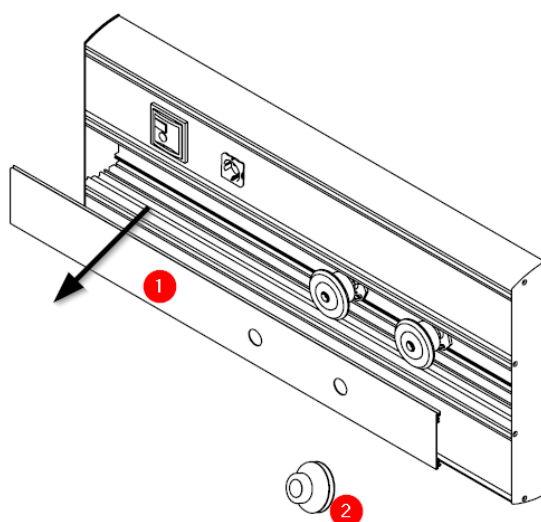

Fig. 1 Démontage du couvercle de gaz avant
Retirez le couvercle de l'enceinte du circuit de gaz (1) à l'aide de la ventouse en plastique (2) (voir Fig. 1).